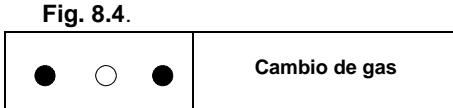

Fig. 8.4 Cambio de gas
- 14 Pulsar el botón de restablecimiento **h** de forma repetida (4 veces) hasta que los indicadores luminosos de señalación **i** muestren una secuencia como la **Fig. 8.4**.